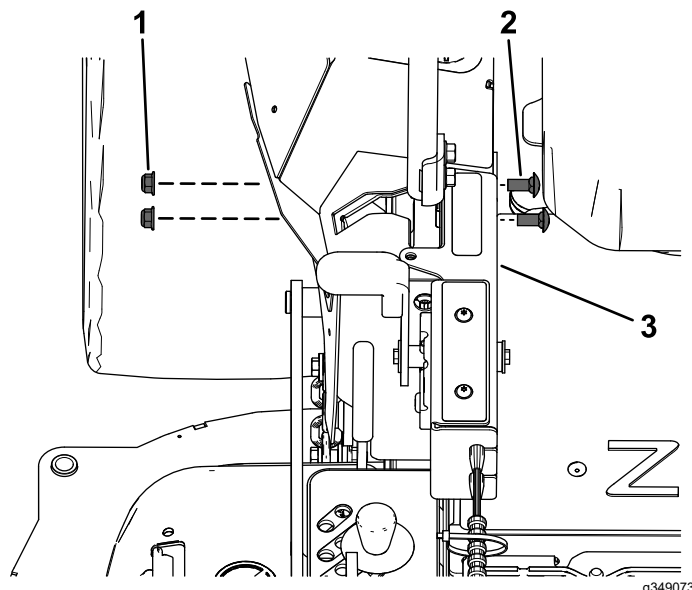

Figura 17
6. Prenda a caixa de controlo à cobertura direita de controlo de movimento utilizando dois parafusos de carroçaria ($\frac{3}{8}$ pol. x $\frac{7}{8}$ pol.) e duas porcas de bloqueio ($\frac{3}{8}$ pol.) como se mostra na Figura 17.